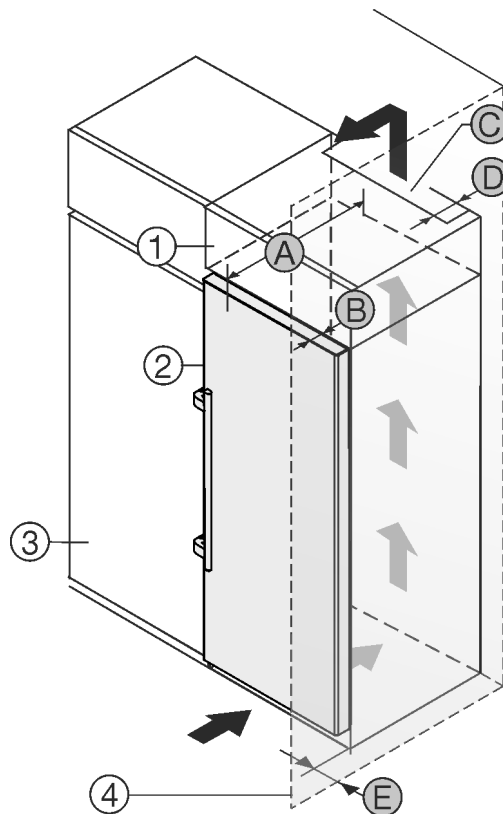

Fig. 2
- (1) Дополнительный шкафчик \*
- (2) Устройство \*
- (3) Кухонный шкаф \*
- (4) Стена \*
- (A) Глубина устройства \*
- (B) Глубина двери \*
- (C) Вентиляционное сечение \*
- (D) Расстояние до обратной стороны устройства \*
- (E) Расстояние до стороны устройства \*
Вы можете установить устройство непосредственно рядом с кухонным шкафом Fig. 2 (3).
На задней стенке дополнительного шкафчика должен быть вентиляционный канал с глубиной Fig. 2 (D) по всей ширине этого шкафа.
Нужно соблюдать вентиляционное отверстие Fig. 2 (C) под нижней панелью.
Если устройство устанавливается на шарнирах у стены Fig. 2 (4), то расстояние между устройством и стеной должно быть не менее 57 мм . Это соответствует расстоянию, на которое выступает ручка при открытой двери.\*
Чтобы можно было полностью открыть дверь, устройство должно выступать на глубину двери Fig. 2 (B) относительно передней стенки кухонного шкафа. В зависимости от глубины кухонных шкафов Fig. 2 (3) и использования пристенных распорок устройство может выступать и больше.\*